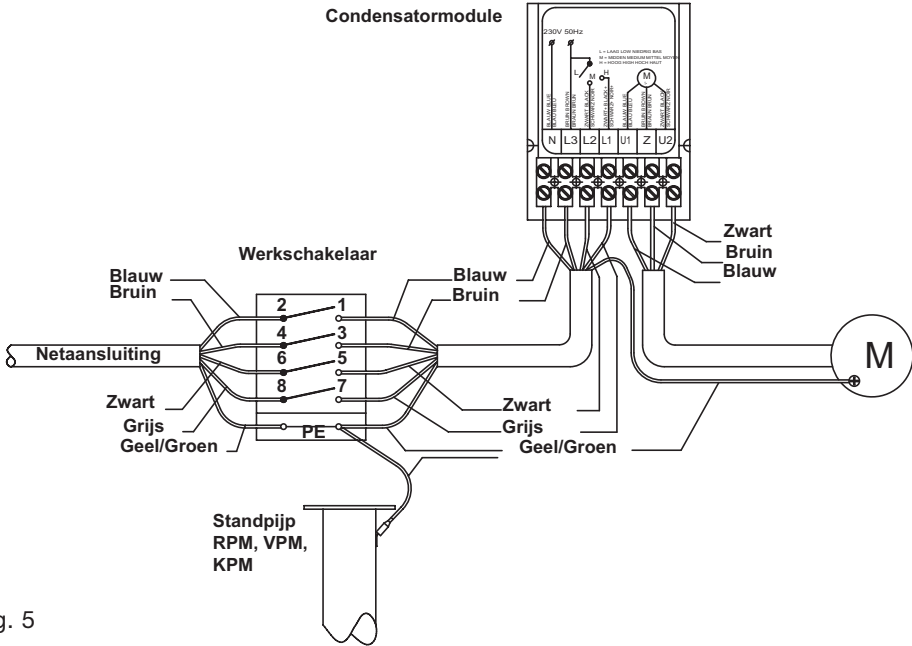

fig. 5
- 4 Verwijder de draad (grijs) bij aansluiting “L1” en plaats deze bij “U1” in de aansluiting, (zie schema fig. 5).
(schema fig. 5).